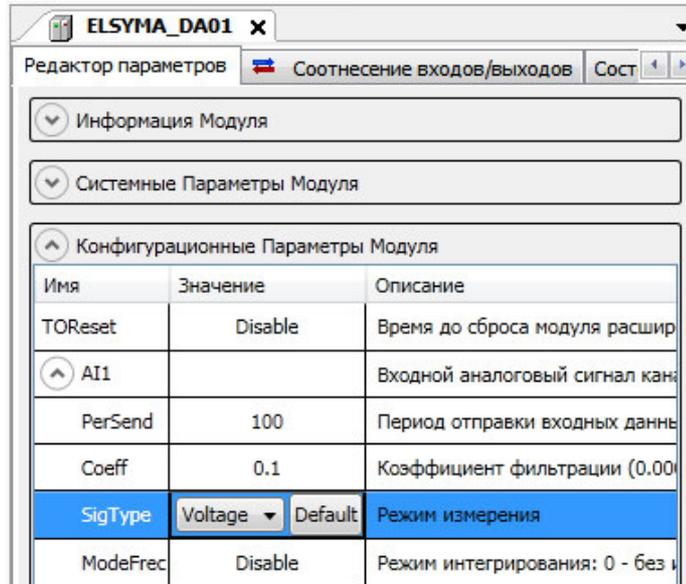

Рисунок 3.11 – Редактор параметров *ELSYMA_DA01*. Конфигурационный параметр *SigType*
- В дереве устройств найти узел **ELSYMA_DA01** и открыть, дважды нажав левую кнопку «мышь». В закладке **Редактор параметров** во вкладке **Конфигурационные параметры модуля** установить значение режима измерения *SigType* для канала *AI1* – **Voltage** (рисунок 3.11).